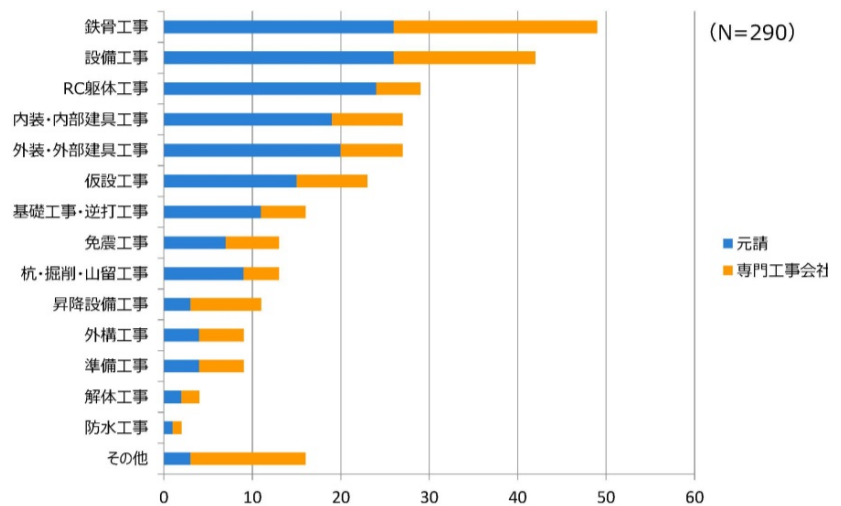
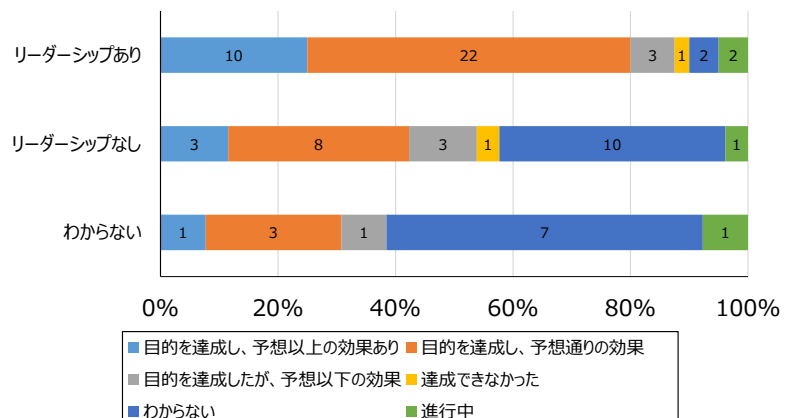

図2 BIMモデルを活用した工事
図3 作業所長のリーダーシップと達成度の関係
総括として、①施工 BIM は鉄骨、設備工事だけでなく多工種に広がり、実施内容も多岐に渡ってきていること（図2）、②作業所長のリーダーシップの有無が目的の達成度にも大きく影響をしていること（図3）、③専門工事会社には結果（目的達成度）が「分からない」事例もあり、更なる元請のフォローアップが必要であること、④BIM モデル合意は鉄骨、設備工事を中心とした他工種との調整に多く実施されていることが挙げられると思います。これらを踏まえて、この後のディスカッションで活発な意見交換をお願い致します。